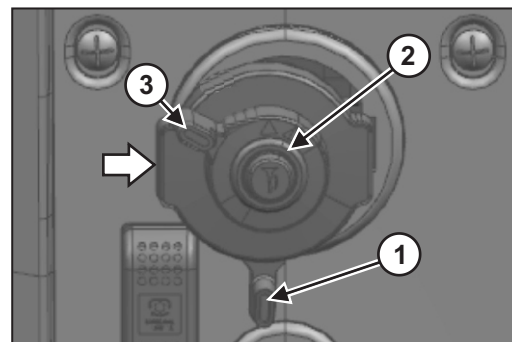

Fig. 3.3.2
3.3.2 Interruptor de combinação (Fig. 3.3.2):**Interruptor indicador lateral (A):**